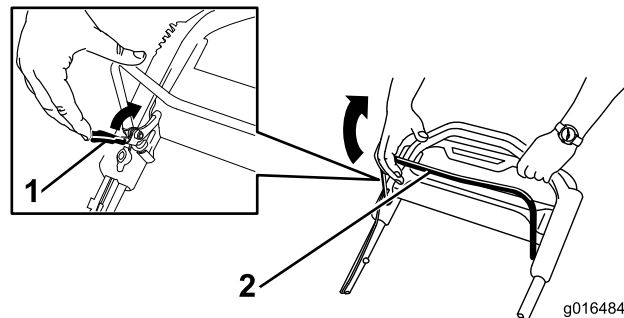

Figura 20
1. Tirate il blocco della barra di comando della lama verso la barra stessa (Figura 20).
2. Tirate indietro **lentamente** la barra di comando della lama verso la stegola (Figura 20).